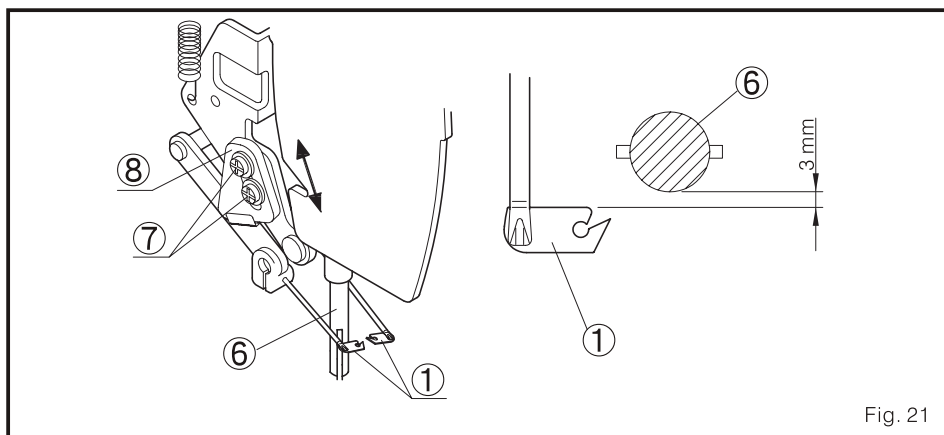

Fig. 21
2. Solte parafuso ajustado 7 e ajuste a posição do bloco 8 de forma que a distância entre a gorjeta do limpador do fio 1 à barra do apertapanos 6 que é de 3 mm quando o limpador de fio retorne 1. (Fig. 21)